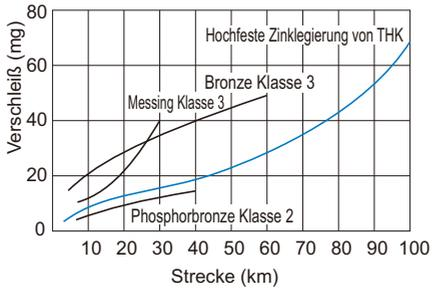

Abb. 1 Verschleißfestigkeit der hochfesten Zinklegierung
Bei einem Gleitlager dient der pV-Wert, der die Summe aus Flächenpressung (p) und Gleitgeschwindigkeit (V) ist, als Maßstab zur Auswahl des geeigneten Typs. Nehmen Sie den angegebenen pV-Wert in Abb. 1 als Richtwert zur Auswahl der Trapezspindel. Der pV-Wert variiert je nach Schmierbedingung.
Abb. 1 pV-Wert